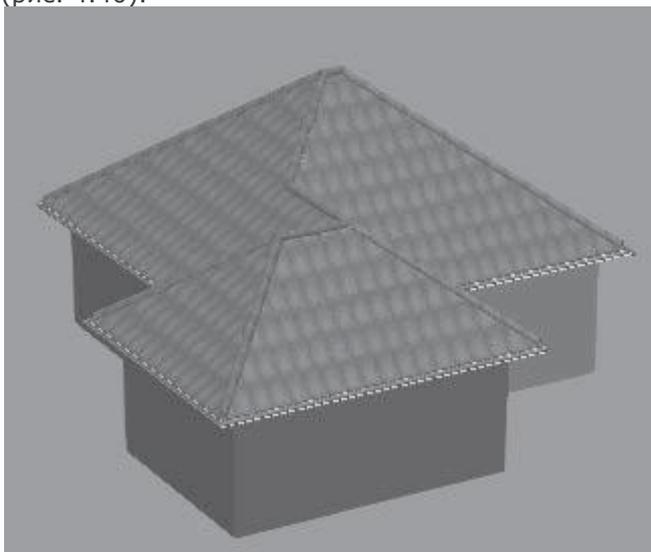

Рис. 4.40. Изображение крыши на панели предварительного просмотра после изменения настроек
4. Установите флажок Все детали представляют, чтобы распространить выполненные настройки на все стороны крыши (рис. 4.40).